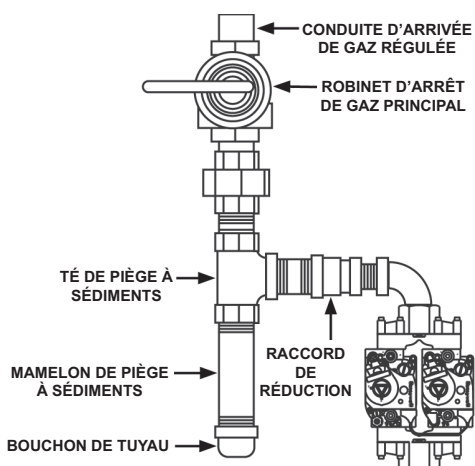

Figure 18. Pose de la tuyauterie de gaz et du piège à sédiments
Pour piéger toutes les saletés ou matières étrangères présentes dans la conduite d'arrivée de gaz, un piège à sédiments devra être incorporé dans la tuyauterie. Voir **Figure 18** (page 23). Le piège à sédiments doit être facilement accessible et ne pas être exposé au gel. L'installer conformément aux recommandations des fournisseurs de gaz. Consulter les éditions courantes du **National Fuel Gas Code** ou du **Code d'installation du gaz naturel et du propane (CAN/CSA B149.1)**.
1. Pour les pressions d'essais supérieures à 3,45 kPa (0,5 psi), débrancher le chauffe-eau et son robinet d'arrêt de gaz principal du système de tuyauterie d'alimentation en gaz pendant les contrôles. Voir **Figure 18**. La conduite d'arrivée de gaz doit être bouchée lorsqu'elle est débranchée du chauffe-eau.
1. Fermer le robinet d'arrêt de gaz principal. Voir *Figure 18* (page 23).
3. Fermer le robinet d'arrêt de gaz principal. Voir *Figure 18* (page 23).
4. Attendre cinq (5) minutes que tout gaz résiduel soit dissipé.